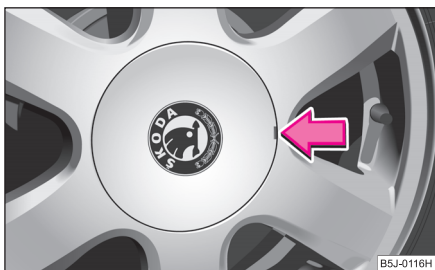

Fig. 160 Desprinderea ornamentelor
- Mișcați cu atenție ornamentul cu ajutorul cârligului ⇒ fig. 160. ■